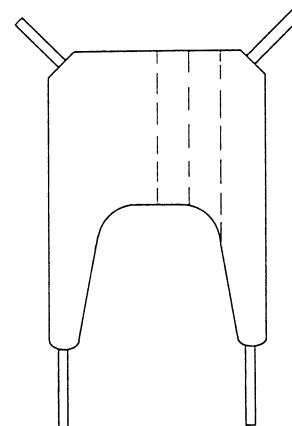

Abb. 6
- Den Gurt längs bis zur Hälfte einrollen (**Abb. 6**).